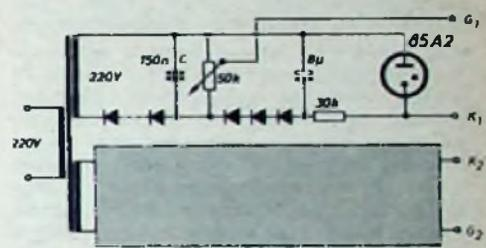
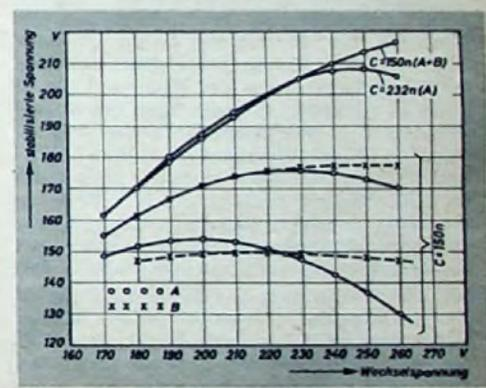

Bild 5a. Dimensionierung des Steuerleits nach Bild 3a
Bild 5b. Abhängigkeit der Ausgangsspannung von der Eingangsspannung bei veränderten Kapazitäten und Vorwärtsregelung (A) oder Rückwärtsregelung (B)
Die Dimensionierung eines Steuerleits für zwei Röhren PL 105 zeigt Bild 5a. Die mit dieser Schaltungsanordnung erreichbare Stabilisierung ist in dem Diagramm Bild 5b wiedergegeben. Dabei sind die Messungen bei Vorwärtsregelung (A) denen bei Rückwärtsregelung (B) gegenübergestellt. Der